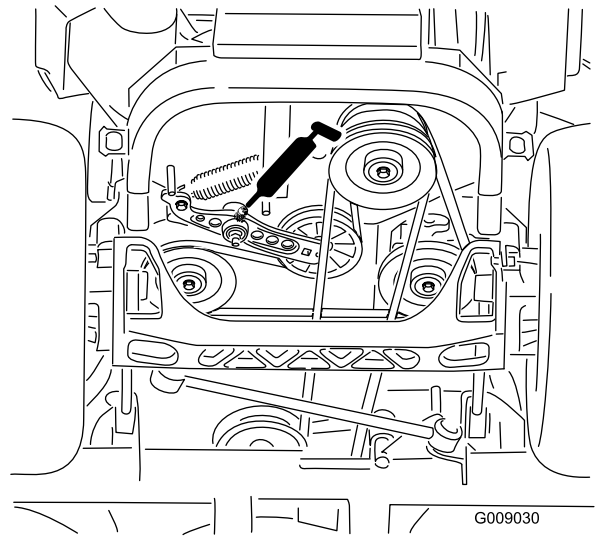

Figura 43
5. Engrase el brazo tensor de la correa de transmisión (Figura 43).